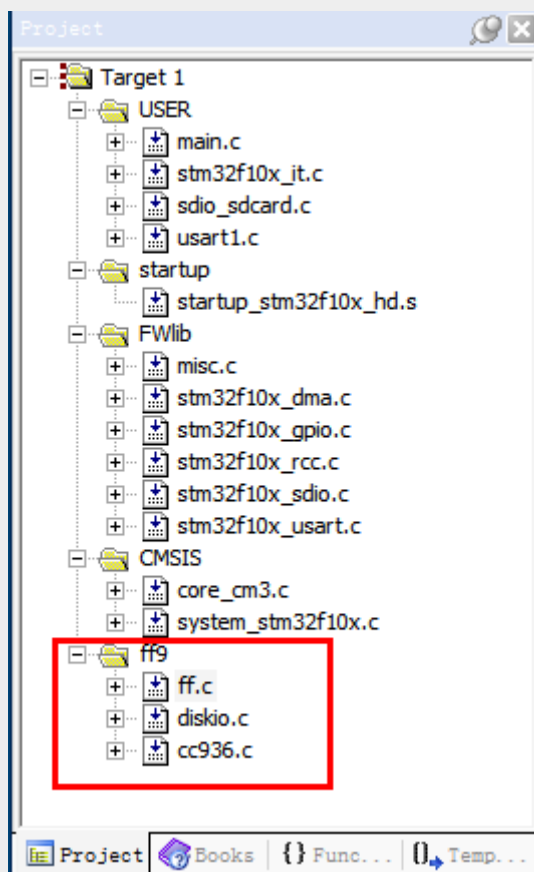

图 20-6 添加源文件到工程
(3) 返回到 MDK 界面下，添加 ff9 项目组，并把 ff9\src\目录下的 ff.c, ff9\src\option 目录下的 cc936.c 和新建的 diskio.c 这三个文件添加到 ff9 项目组下，见图 20-6。